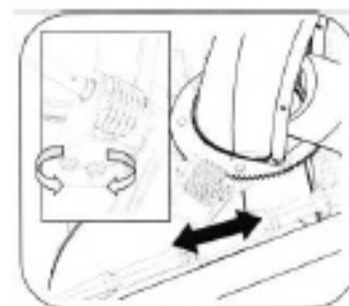

Figure 35
2. Resserrez les écrous. Voir la figure 35.